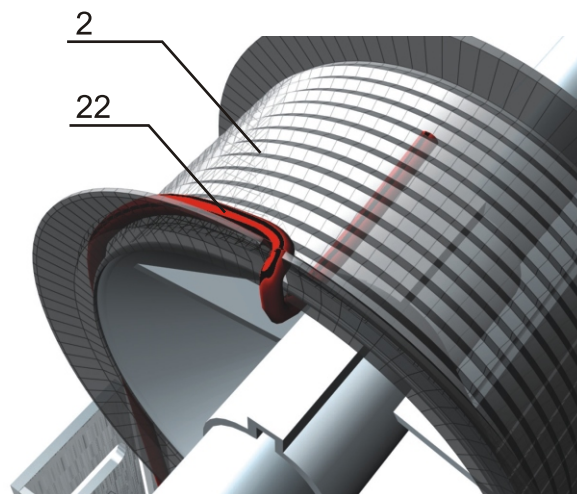

Рис. 11.2 Крепление троса к барабану
- 4) Свободный конец троса 22 заправляется в отверстие в боковой стенке барабана 2 (Рис. 11.2). Затем конец троса заправляется в овальную втулку для троса. Затем с помощью молотка на металлической поверхности обжимаем втулку на тросе.